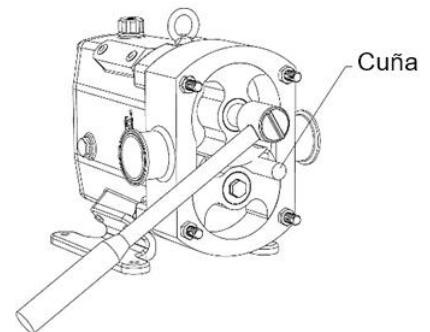

Figura 26: Extracción de las tuercas del rotor
2. Retire los pernos del rotor con la llave del tamaño adecuado y una cuña no metálica para evitar que los rotores se muevan (Figura 26). Retire el o-ring de las tuercas de rotor y las arandelas de seguridad.